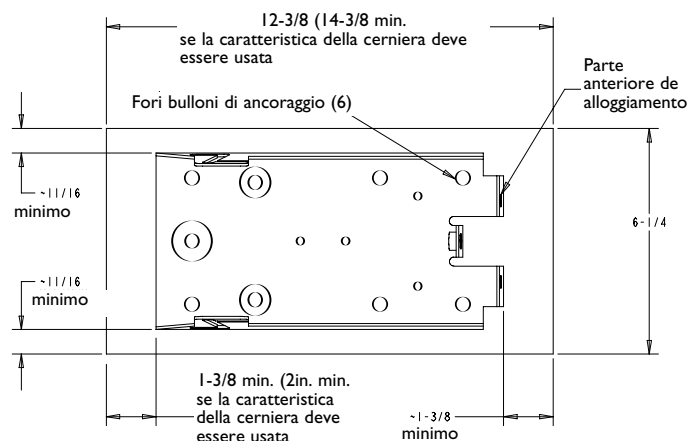

Figura 3: Collocazione dei pannelli superiore
1. Collocare il pannello superiore sul soffitto o sulla parete, in posizione orizzontale o verticale, a seconda delle specifiche esigenze. Vedi figura 3. Una superficie piana e regolare è ideale per una corretta installazione. Tenere presenti i requisiti di spazio minimi necessari evidenziati un figura 3.